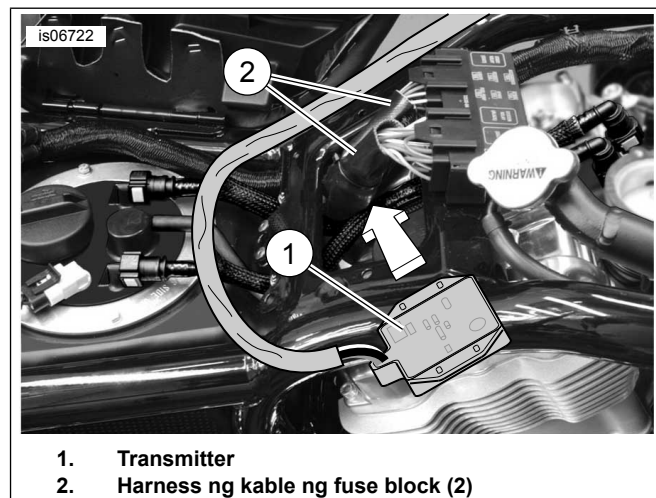

Figure 19. Pag-mount ng Transmitter (2004-Mas Bagong V-Rod)
2. Tingnan ang Figure 19 . Tanggalin ang takip ng air box. Ikuutin ang transmitter (1) nang sa gayon ay nakaharap sa itaas ang nakalabas na circuit. Ipasok ang transmitter sa ilalim ng mga harness ng kable ng fuse block. Gumamit ng dalawang kableng strap mula sa kit papasok sa mga flange ng transmitter upang ikabit nang maayos ang transmitter sa mga harness ng fuse block.